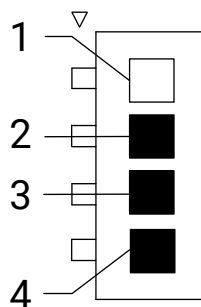

图4-5 4-pin 接口图
板级相机的 I/O 接口为 4-pin 插座，对应的管脚信号定义如图 4-5、表 4-2 所示。
- 图 4-5 和表 4-2 中所示的线芯仅为我司销售的线缆线序以及对应的线芯颜色，若线缆不是从我司购买，请以实际线序以及对应线芯颜色为准。